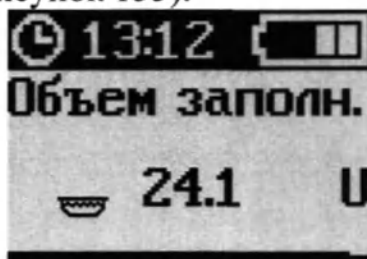

Рисунок 155 – Экран «ОБЪЕМ ЗАПОЛН.»
6. Нажать кнопку «ОК» (рисунок 155).